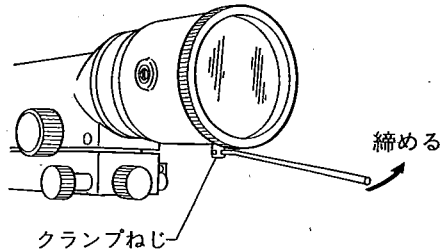

図27
- (5) b'_2 と b_2 が等しくない場合は、調整します。この調整は付属の調整ピンを使って行います。
- (6) b'_2 と b_2 の差が大きくない場合は図27に示すクランプねじ③を付属の細ピンでゆるめ b'_2 が読定できるように楔ガラス枠②を回し合せる事が出来たならば、クランプねじを締め付け固定して下さい。